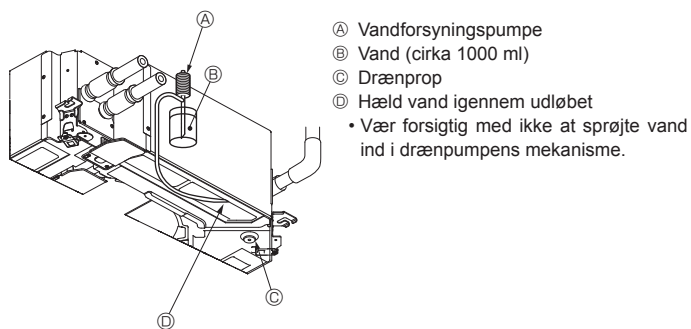

Fig. 7-5
7.4. Kontrollér at der drænes korrekt (Fig. 7-5)